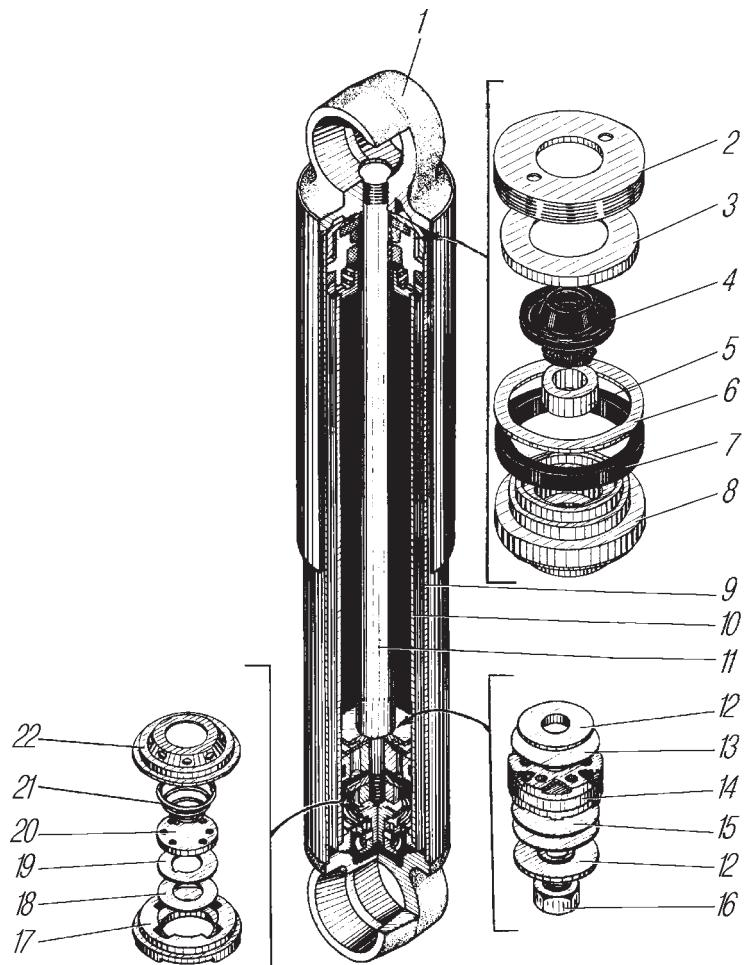

Рис. 41. Амортизатор:
**Гидравлические амортизаторы** (рис. 41) предназначены для гашения колебаний, возникающих в результате упругих деформаций элементов подвески автомобиля при движении по неровной дороге. Принцип действия гидравлических амортизаторов заключается в следующем. При относительных перемещениях подрессоренных и неподрессоренных частей автомобиля имеющаяся в амортизаторе жидкость, перетекая из одной его полости в другую через небольшие отверстия, оказывает сопротивление вертикальному перемещению штока и гасит колебания автомобиля.
При появлении течи рабочей жидкости из амортизатора подтянуть гайку 2 (см.рис. 41). При растяжении и сжатии амортизатор должен оказывать равномерное сопротивление. Усилие нового амортизатора при ходе отбоя должно быть в пределах – 5,95 – 8,05 кН (595 – 805 кгс), а при ходе сжатия – 1,52 – 2,28 кН (152 – 228 кгс); уменьшение усилий сжатия и отбоя в процессе эксплуатации более чем на 25 % не допускается, усилие проверяется на прессе с ходом штока 100 мм и частотой 100 ходов в минуту. Свободное перемещение штока амортизатора указывает на его неисправность.